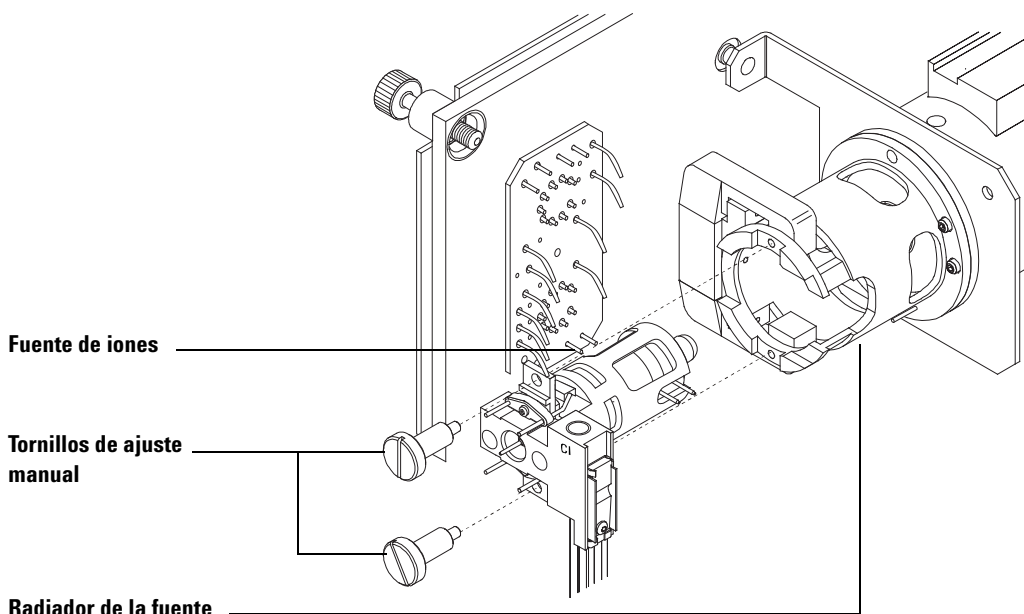

Figura 41 Instalar la fuente de iones de CI
- 1 Monte la lente de enfoque iónico, la lente de entrada y el aislante de las lentes (Figura 41).
- 2 Inserte la placa de descarga y el cilindro de descarga en el cuerpo de la fuente (Figura 41).
Tabla 23 Lista de piezas de la fuente de iones de CI (Figura 41)
Tabla 23 Lista de piezas de la fuente de iones de CI (Figura 41) (continuación)